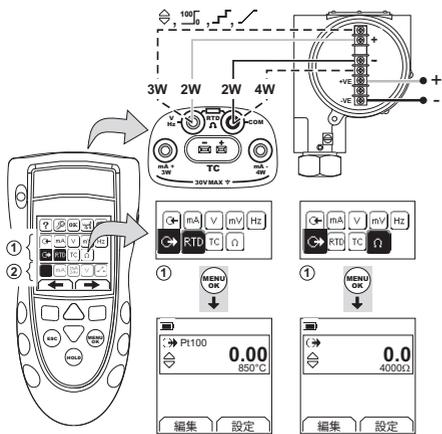

図 8: 構成例 - 温度または抵抗のシミュレート
1. 本計器を接続し (図 7 & 図 8)、必要に応じてセットアップ (表 1) を調整します。